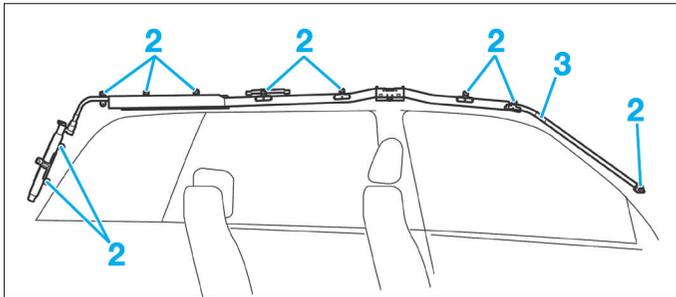

FIG. 15
- Déposer les vis (2) et l'attache (3) de l'airbag rideau (Fig.15).